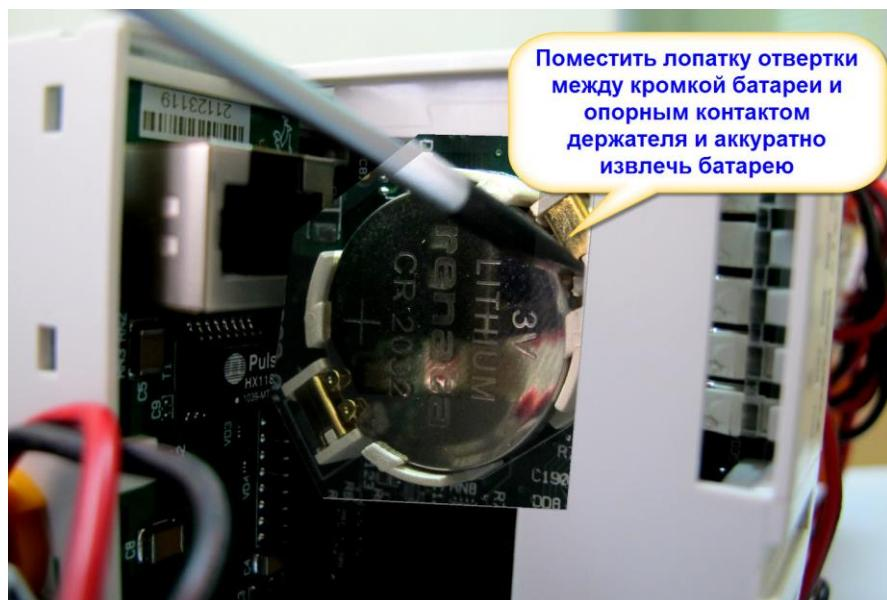

Рис. 5.7 Извлечение батареи
6. Поместите лопатку отвертки шириной от 1,8 до 2,3 мм между кромкой батареи и контактом гнезда-держателя батареи, как показано на Рис. 5.7, после чего аккуратным движением ручки отвертки в направлении от центра батареи извлеките батарею, предупредив ее падение.